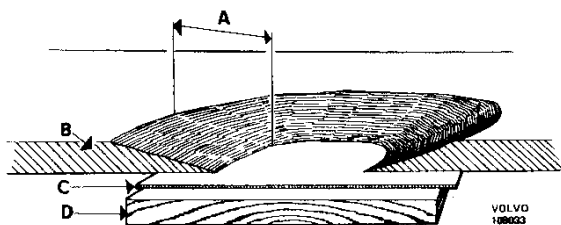

Abb. 34 Kunststoff-Heckklappe, zur Reparatur vorbereitet
2. Kunststoffwandung in ca. 10 cm Umkreis von der Schadenstelle aufschleifen und dabei zur Bruchkante hin abfasen, vgl. Abb. 34.